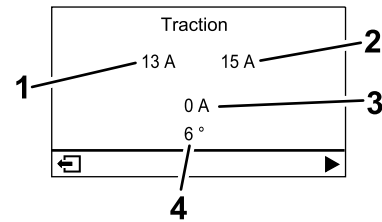

図 23
- **トラクションモーター画面** (図 23): 現在のステアリング角度と各トラクションモーターに割り当てられたアンペア数が表示されます。